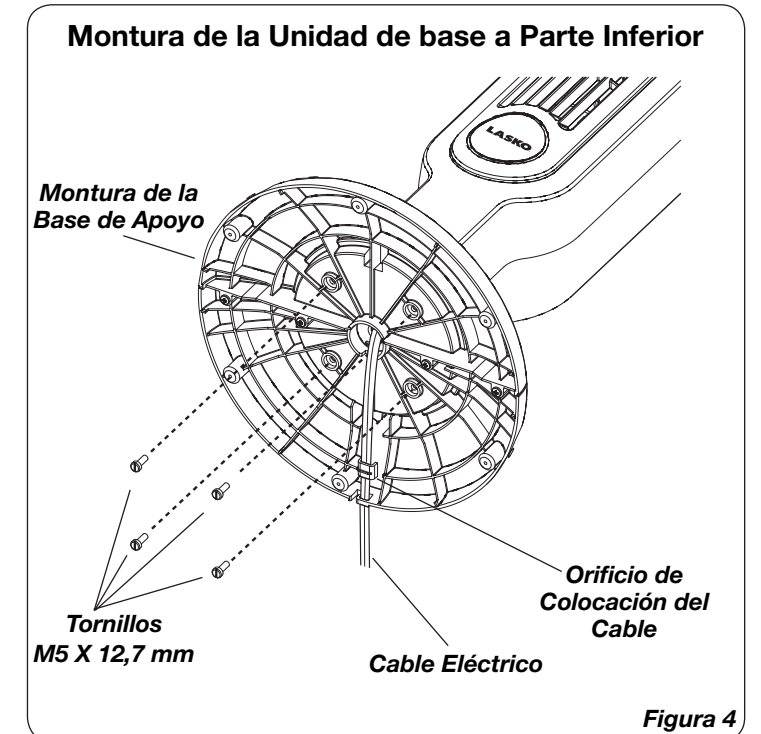

Figura 4
- Asegure la **Montura de la Base de Apoyo** a la parte inferior del ventilador con (4) **Tornillos M5 de 12,7 mm de Largo**. Suavemente elimine cualquier sobrante del **Cable Eléctrico** y colóquelo en el **Orificio de Colocación del Cable**. (*Figura 4*)